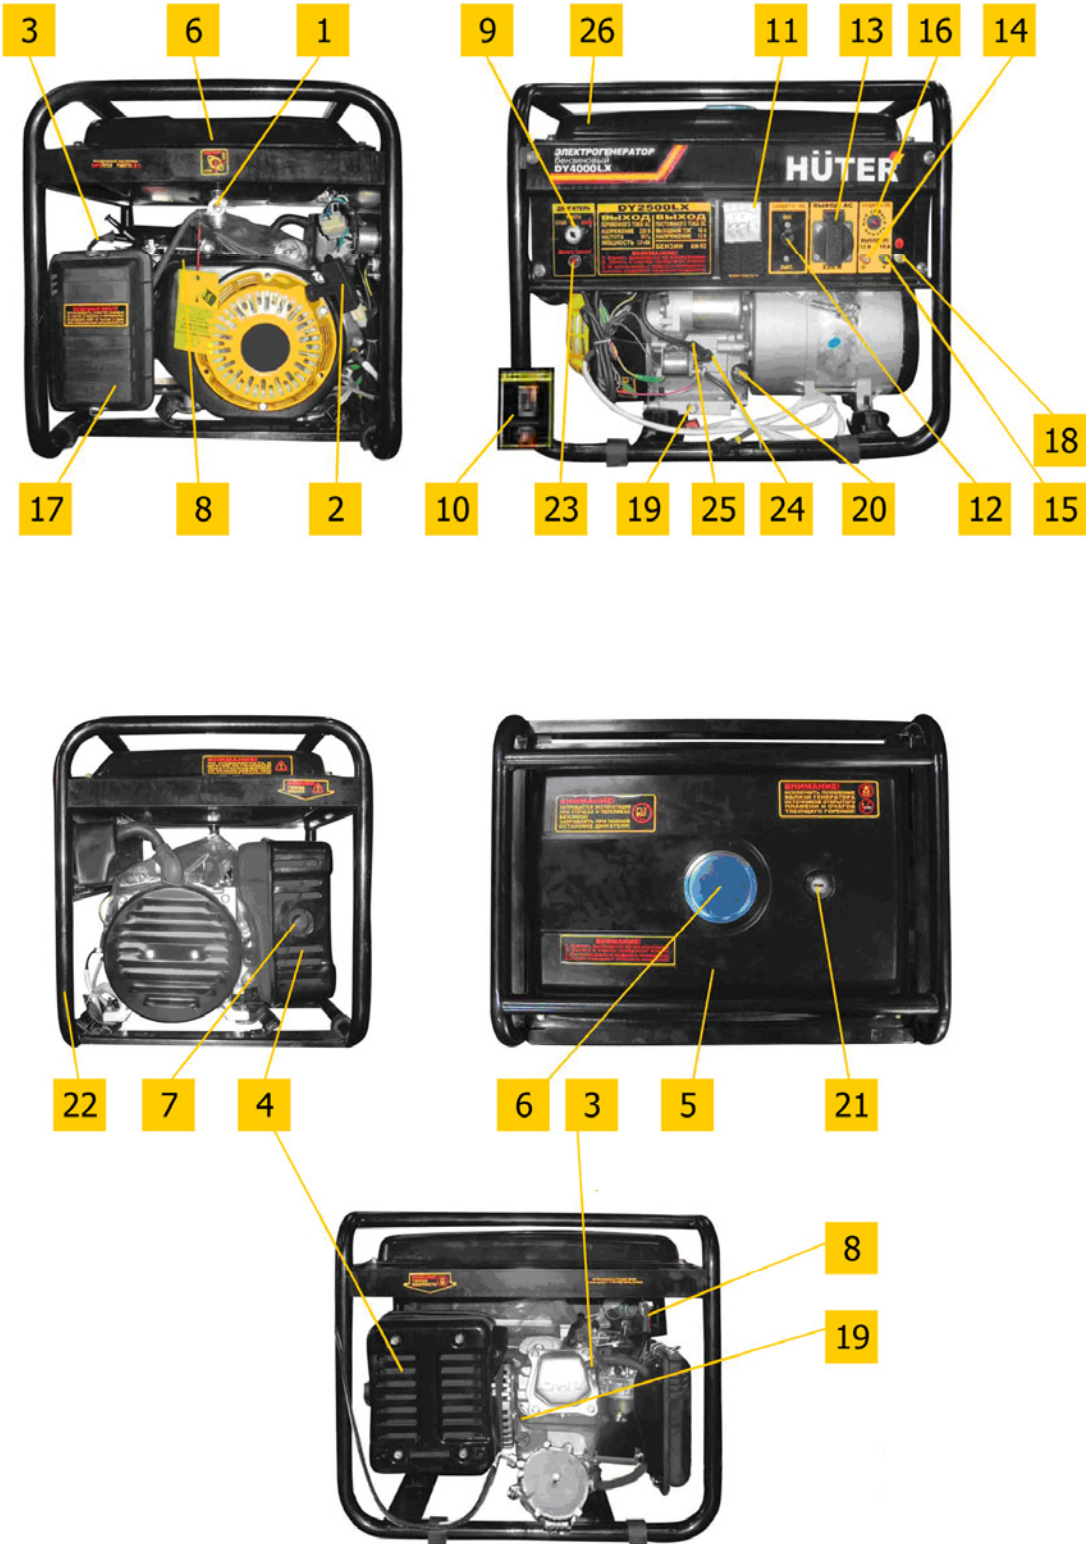
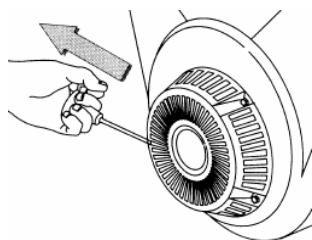

Рис. 1
Рис. 2
- Вывинтить щуп (поз.20 рис.1) и залить в картер масло соответствующего типа (таблица 2) до нижнего края горловины. Вставить чистый сухой щуп в горловину картера и вынуть его. Проверить уровень масла: граница смоченной области щупа должна располагаться между отметками минимального и максимального уровней.
– При установке генератора следует подключить к резьбовой клемме (поз.18 рис. 1) проводник заземляющего устройства, удовлетворяющего требованиям раздела «Обеспечение требований безопасности».
– Отключить все потребители переменного тока от генератора, переведя рычаг автоматического выключателя (поз. 12 рис. 1) в отключенное положение «0», отсоединить потребители постоянного тока от клемм (поз. 14, 15 рис. 1).
– Открыть топливный кран (поз. 1 рис. 1, см. также рис. 3)
– Перевести рычаг управления воздушной заслонкой (поз. 8 рис. 1) в крайнее левое положение при пуске холодного двигателя и в промежуточное положение при пуске прогретого двигателя
– Перевести выключатель двигателя (поз. 9 рис. 1) в отключенное положение «0».
– Плавно вытянуть до упора трос ручного стартера за ручку (поз. 2 рис. 1) и вернуть в исходное положение (см. также рис. 2).
– Перевести выключатель двигателя (поз. 9 рис. 1) во включенное положение «1».
– При ручном пуске придерживая генератор за раму, резко с интенсивным усилием вытянуть трос стартера до упора (рис. 2), повторив действие несколько раз при необходимости.
Если двигатель не запускается, следует изменить положение рычага воздушной заслонки, сдвигая его вправо тем больше, чем выше температура двигателя и окружающего воздуха, затем повторить пуск с помощью стартера. Включение электрического стартера производится поворотом ключа выключателя (поз.9 рис.1) в крайнее правое положение «пуск». Сразу после пуска двигателя отпустить ключ для обеспечения его самовозврата в среднее положение. При срабатывании защиты (поз.26 рис.1) нажать сброс после остывания автоматического выключателя.
- При работе на бензине после прогрева двигателя в течение времени около 10-40 секунд, в зависимости от начальной температуры, перевести рычаг заслонки (поз. 8 рис. 1) в крайнее правое положение, если при этом двигатель работает неустойчиво вернуть рычаг заслонки (поз. 8) в прежнее положение и обеспечить завершение прогрева.
- Подключить к разъемам генератора потребители, соответствующие требованиям раздела «Обеспечение требований безопасности». Полная мощность (сумма активной и реактивной мощностей) всех подключаемых потребителей в стационарном режиме не должна превышать значений номинальной мощности, указанных в Таблице 1. Не допускается длительное превышение номинальной мощности более, чем на 10% свыше номинального значения. Включить автоматический выключатель (поз. 12 рис. 1), установив его рычаг управления в положение «1».
- При работающем генераторе отключить автоматический выключатель (поз. 12 рис. 1), отсоединить потребители постоянного тока от клемм.
- Перевести выключатель двигателя (поз. 9 рис. 1) в отключенное положение «0».
- Закрыть топливный кран (поз. 1 рис. 1).
- 6.1 Наличие и величина напряжения переменного тока индицируется и измеряется вольтметром (поз. 11 рис. 1).
- 6.2 Причиной отсутствия напряжения при работающем генераторе может служить срабатывание автоматических выключателей защиты цепей от перегрузки (поз. 12, 16 рис.1). В этом случае следует устранить причину перегрузки и нажать кнопку или клавишу сброса соответствующего автоматического выключателя после его остывания.